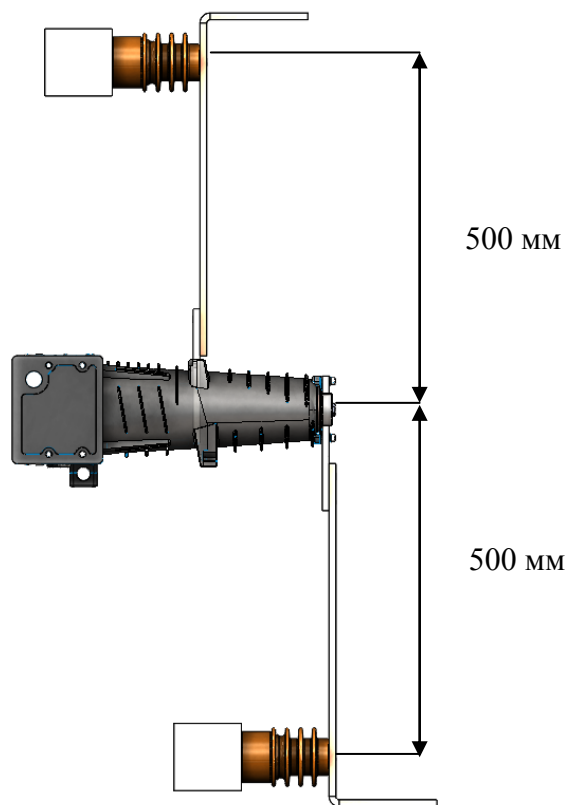

Рисунок 14. Максимально допустимая длина пролетов шин
**ВНИМАНИЕ!** Длина шины от любого вывода вакуумного выключателя до ближайшего опорного изолятора должна быть не более 500 мм (рис.14).